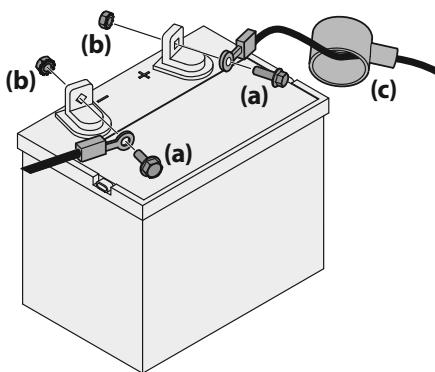

Figura 12
- Retire la cubierta plástica, si está presente, del terminal positivo de la batería. Conecte el cable rojo al terminal positivo de la batería (+) utilizando el perno (a) y la tuerca hexagonal (b). Consulte la Figura 12.
- Retire la cubierta plástica, si está presente, del terminal negativo de la batería y conecte el cable negro al terminal negativo de la batería (-) utilizando el perno (a) y la tuerca hexagonal (b). Consulte la Figura 12.
- Coloque el capuchón de goma rojo (c) sobre el terminal positivo de la batería para protegerlo contra la corrosión. Consulte la Figura 12.